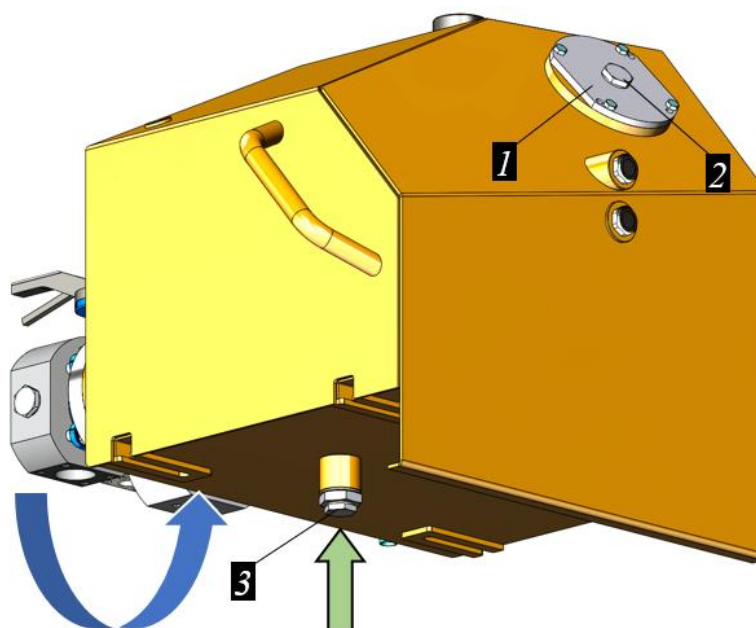

Рисунок 5.53. Процедура слива масла с гидросистемы
- ▶ Ослабить, не откручивая до конца пробку 2 на крышке фильтра 1, см. рис. 5.53.
- ▶ Отвернуть пробку-колпачок 3 со сливного клапана на нижней стороне гидравлического бака, см. рис. 5.53 (показано стрелкой).
- ▶ Отвернуть и снять пробку 2 крышки фильтра 1, рис. 5.53.
- ▶ По завершению заправки навернуть пробку 2 в крышку фильтра 1, рис. 5.53.